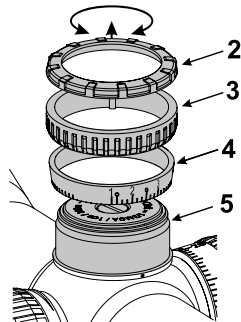

图3
在枪械射中 100 m 的瞄准点后，将适合装填装置的弹道环 (4) 推到旋钮 (5) 上 (图 3)。